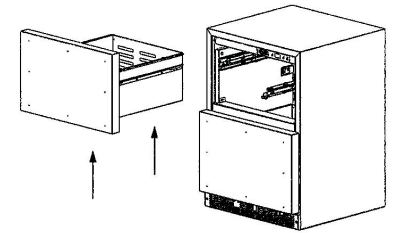
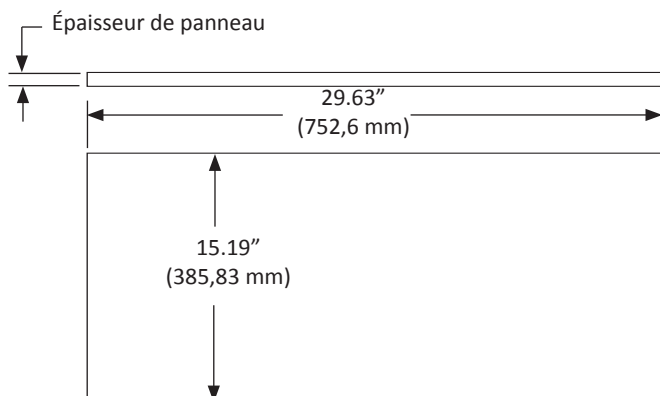

Figure 10
Figure 14
2. Enlevez le joint de l'avant du tiroir (Voir la Figure 10). Pour cela sortez-le du canal qui le retient sur l'avant du tiroir. Cela va exposer les trous de traversée pour le montage du panneau de revêtement (Voir la Figure 14).
1. Placez le panneau de revêtement sur la face avant du tiroir et alignez les bords (Voir la Figure 14 ci-dessous). Maintenez le panneau en position et marquez l'emplacement des avant-trous. Récupérez la taille requise des avant-trous dans le Tableau A ci-dessous, et percez-les en vous assurant de ne pas traverser complètement le panneau de revêtement.